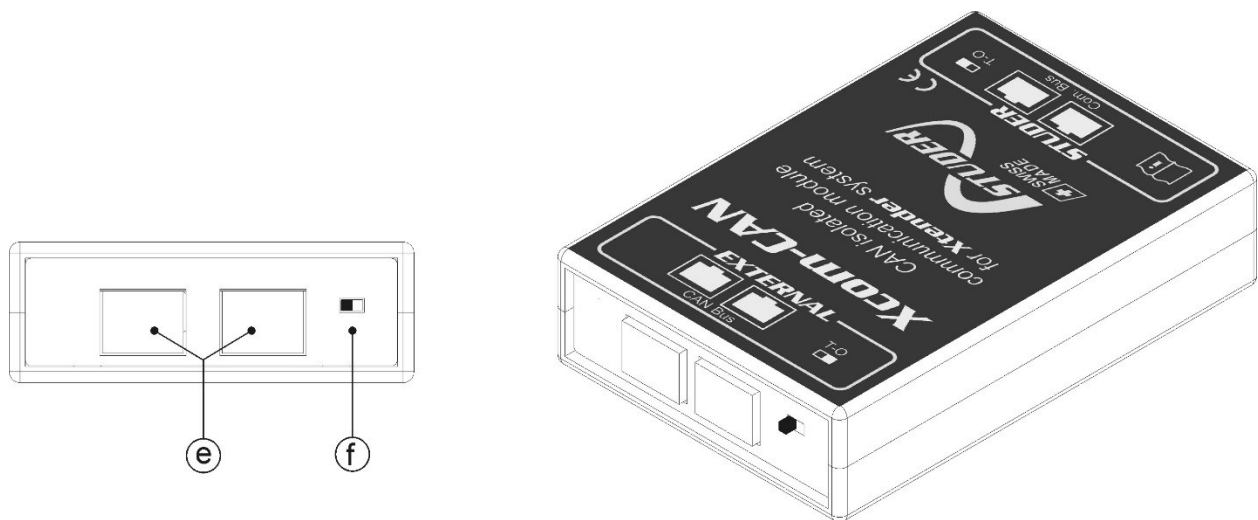

Abbildung 4: Rück- und isometrische Ansicht des Xcom-CAN
(f)	<p>Schalter für Terminierung des CAN-Busses</p> <p>Dieser Schalter aktiviert bzw. deaktiviert die Terminierung des Kommunikationsbusses. Standardmäßig ist die Terminierung aktiv. In Abbildung 4 ist die Terminierung aktiv (T). Bringen Sie den Schalter in die korrekte Stellung: Wenn am Port e nur ein Kabel angeschlossen ist, bringen Sie den Schalter in Stellung „T“ (terminiert). Wenn an Port e zwei Kabel angeschlossen sind (Xcom-CAN mit zwei anderen Geräten verbunden), bringen Sie den Schalter in Stellung „O“ (offen).</p>